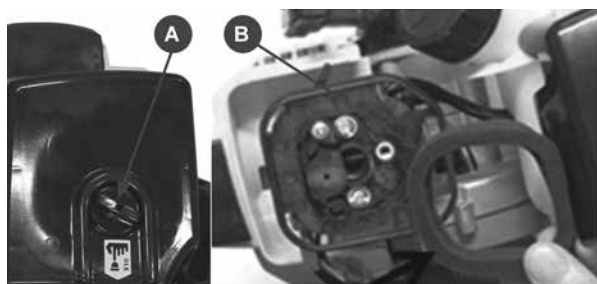

Рис. 9
1. Открутите барашковую гайку (А) и снимите крышку воздушного фильтра (**Рис. 9**).